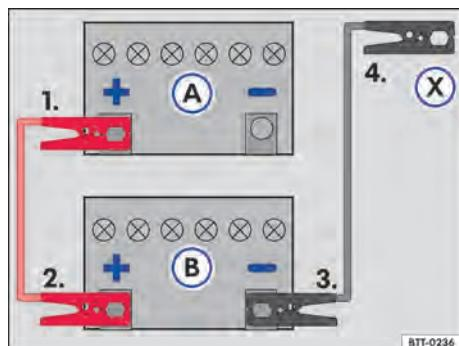

Fig. 145 Esquema para a conexão dos cabos auxiliares de partida: bateria do veículo descarregada (A) e bateria do veículo fornecedora de corrente (B).
Legenda para → Fig. 145:
Conectar o cabo auxiliar de partida somente na sequência 1 – 2 – 3 – 4 → Fig. 145.
- Conectar uma extremidade do cabo auxiliar de partida *vermelho* ao polo positivo (+) do veículo com a bateria do veículo descarregada → Fig. 145 (A) → ▲.
- Conectar a outra extremidade do cabo auxiliar de partida *vermelho* ao polo positivo (+) do veículo fornecedor de corrente (B).
- Conectar uma extremidade do cabo auxiliar de partida *preto* ao polo negativo da bateria do veículo fornecedor de corrente (B).
- Conectar a outra extremidade do cabo auxiliar de partida *preto* (X) no veículo com a bateria do veículo descarregada em uma peça maciça de metal aparafusada firmemente ao bloco do motor ou no próprio bloco do motor - porém não nas proximidades da bateria (A) → ▲.